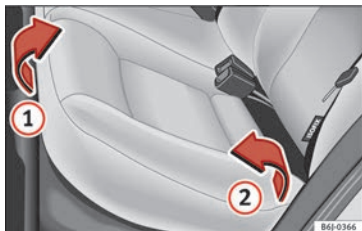
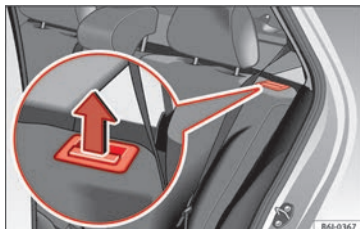

Fig. 101 Levantar el cojín del asiento trasero.
Fig. 102 Tecla de desbloqueo del respaldo trasero.
- Tire del borde delantero del cojín del asiento » **fig. 101** ① hacia arriba en la dirección de la flecha.
- Levante el cojín ② hacia delante en la dirección de la flecha.
- Tire de la tecla de desbloqueo » **fig. 102** en la dirección de la flecha y abata el respaldo hacia adelante.